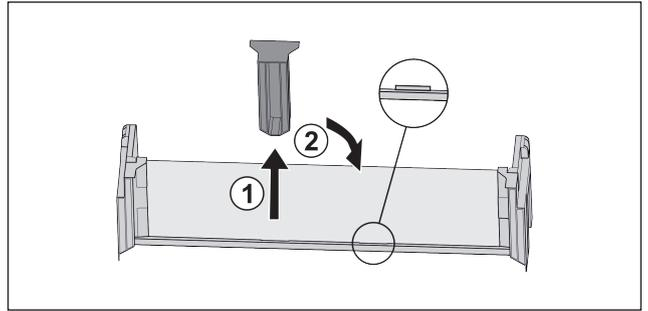

Fig. 27
- ▶ Mittleres Halteteil abziehen Fig. 27 (1).
- ▶ Mittleres Halteteil auf zweiter Position einsetzen Fig. 27 (2).